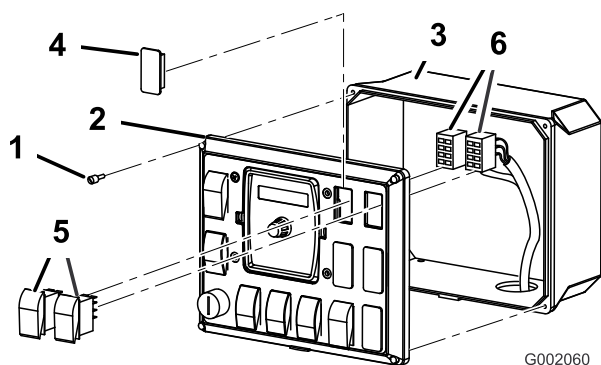

Рисунок 28
1. Ослабьте 4 винта, которые крепят переднюю панель к пульту управления (Рисунок 28).
- Снимите переднюю панель для доступа к внутренней части блока управления (Рисунок 28).
- Извлеките из блока управления опрыскиванием две заглушки и установите на их место два клавишных выключателя (Рисунок 28).